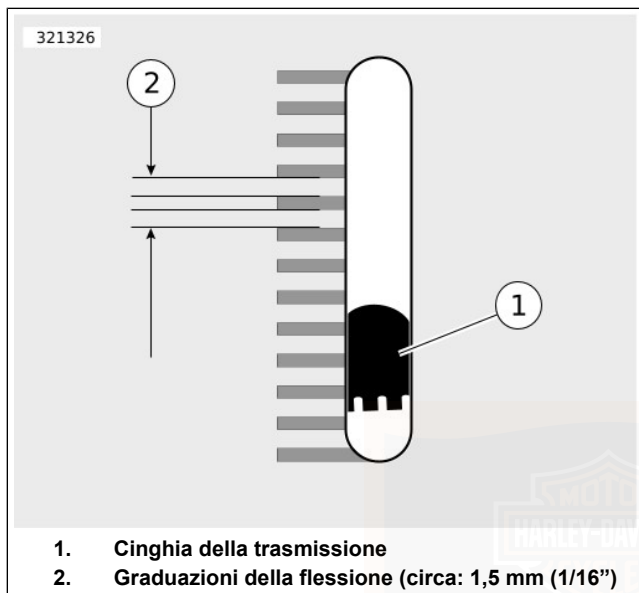

Figura 75. Finestra di visualizzazione della flessione delle cinghie
- b. **Tutti gli altri modelli:** vedere Figura 75. Misurare la flessione (4) tenendo fermo il misuratore.